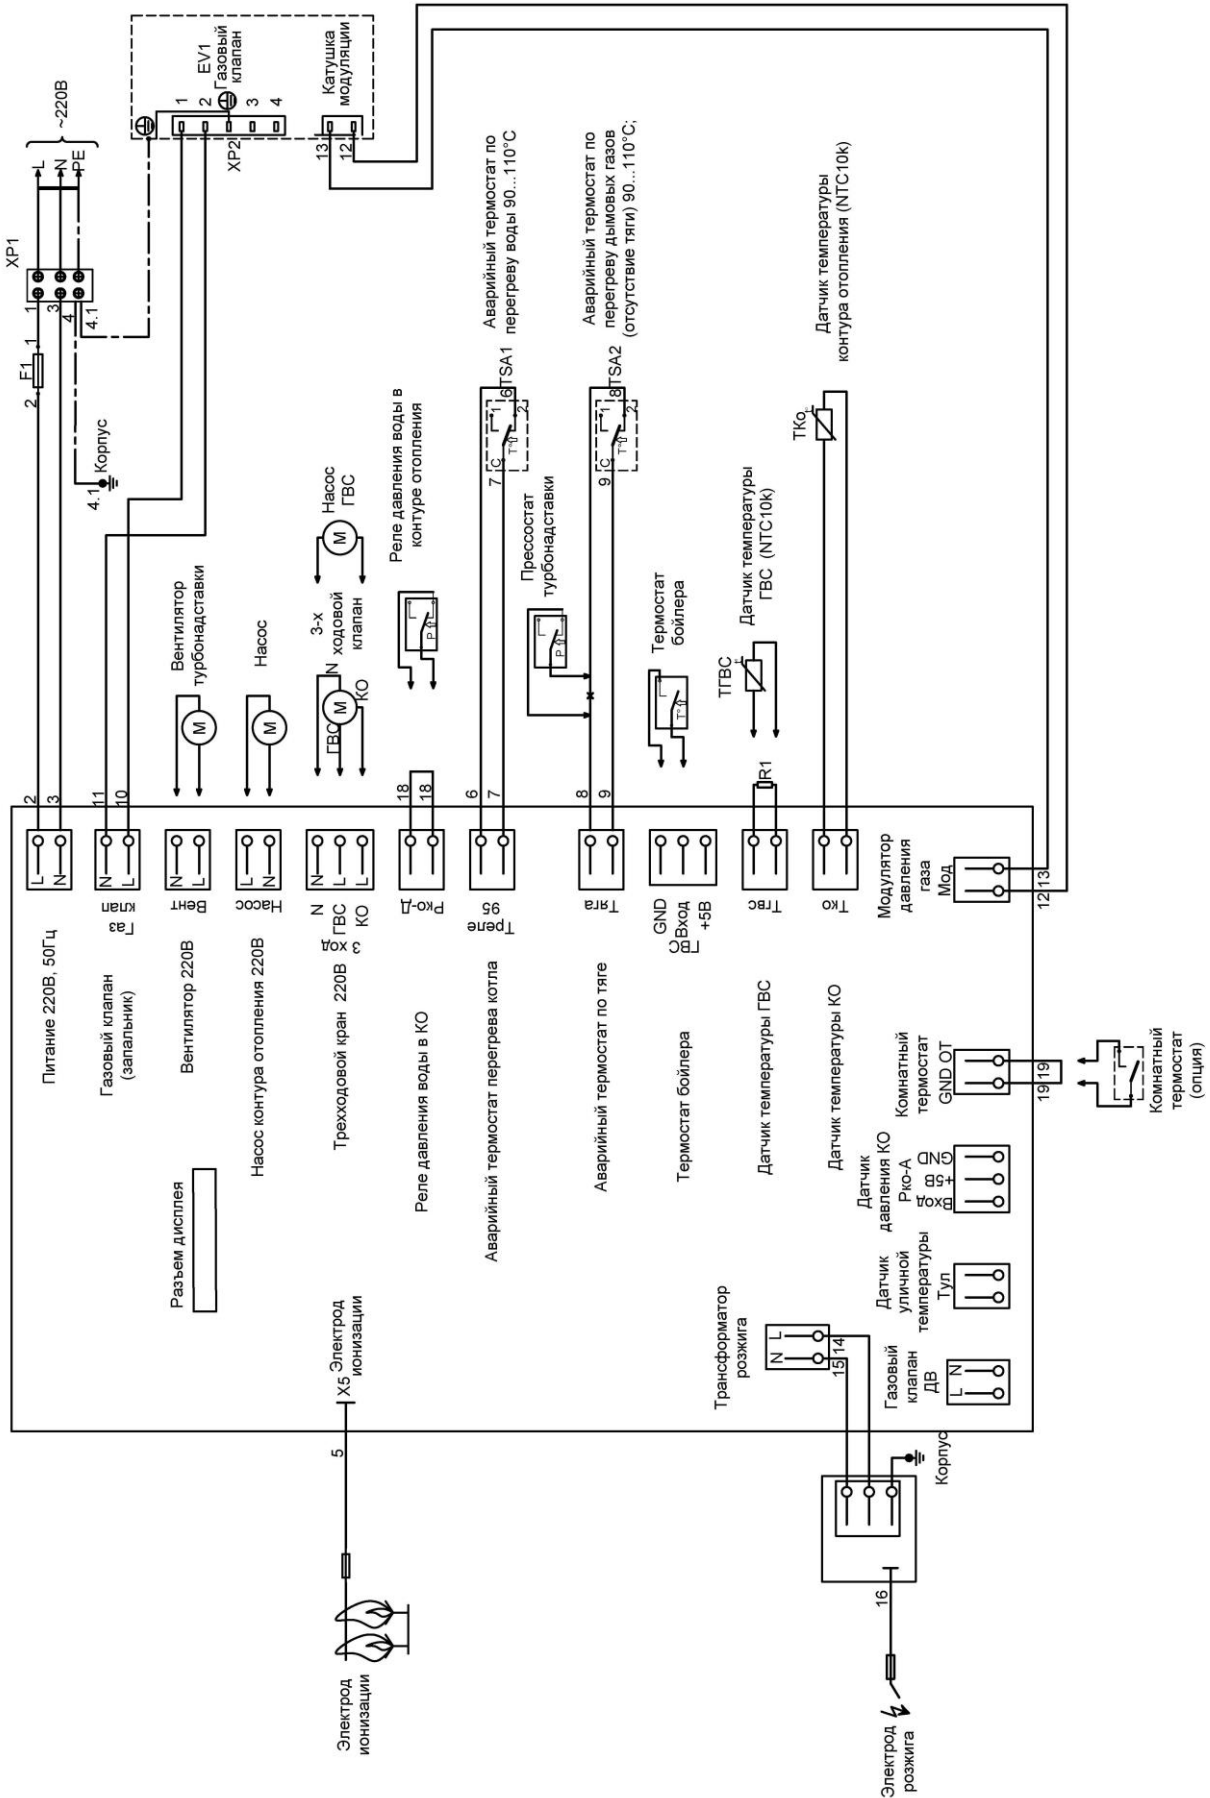

Рисунок 7. Электрическая схема котлов ТИТАН Z30М; Z40М; Z50М; Z60М, Z65М
- подсоедините провода термостата накопительного бойлера горячего водоснабжения в соответствии с электрической схемой (Рис.7,8);
- подключите насос греющего контура бойлера в соответствии с электрической схемой (Рис.7,8);